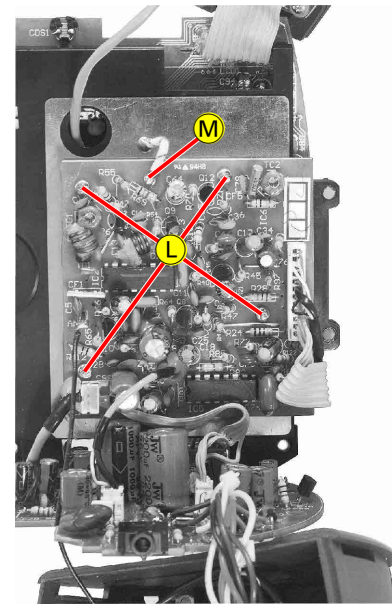

Fig. 8
- 4 Schrauben ③ (Fig. 8) herausdrehen.
- Masseleitung ④ (Fig. 8) ablöten.
- Undo 4 screws ③ (Fig. 8).
- Unsolder ground wire ④ (Fig. 8).